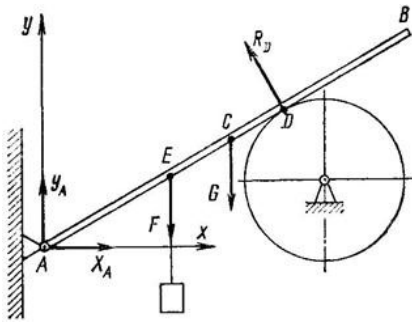

Рисунок 11
2. Однородный брус АВ (рис. 11) весом  $G = 250 \text{ Н}$  прикреплен к стене при помощи шарнира А и в точке D опирается на гладкий цилиндр. В точке Е к брусу подвешен груз  $P = 800 \text{ Н}$ . Определить реакцию цилиндра и шарнира, если  $AE = 1,2 \text{ м}$ ;  $AC = BC = 1,5 \text{ м}$ ;  $AD = 1,7 \text{ м}$  и  $\angle B A x = \alpha = 40^\circ$ .